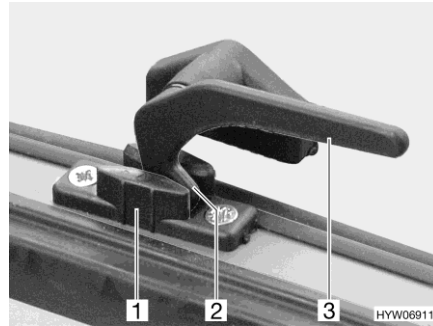

Fig. 66 Levier de verrouillage (position "Aération permanente")
- En position "Aération permanente" (Fig. 66)
- Tourner tous les leviers de verrouillage (Fig. 66,3) d'un quart de tour vers le centre de la fenêtre.
- Remettre tous les leviers de verrouillage en position initiale. Le tenon de verrouillage (Fig. 66,2) doit pénétrer alors dans le logement prévu à cet effet dans le verrouillage de fenêtre (Fig. 66,1).